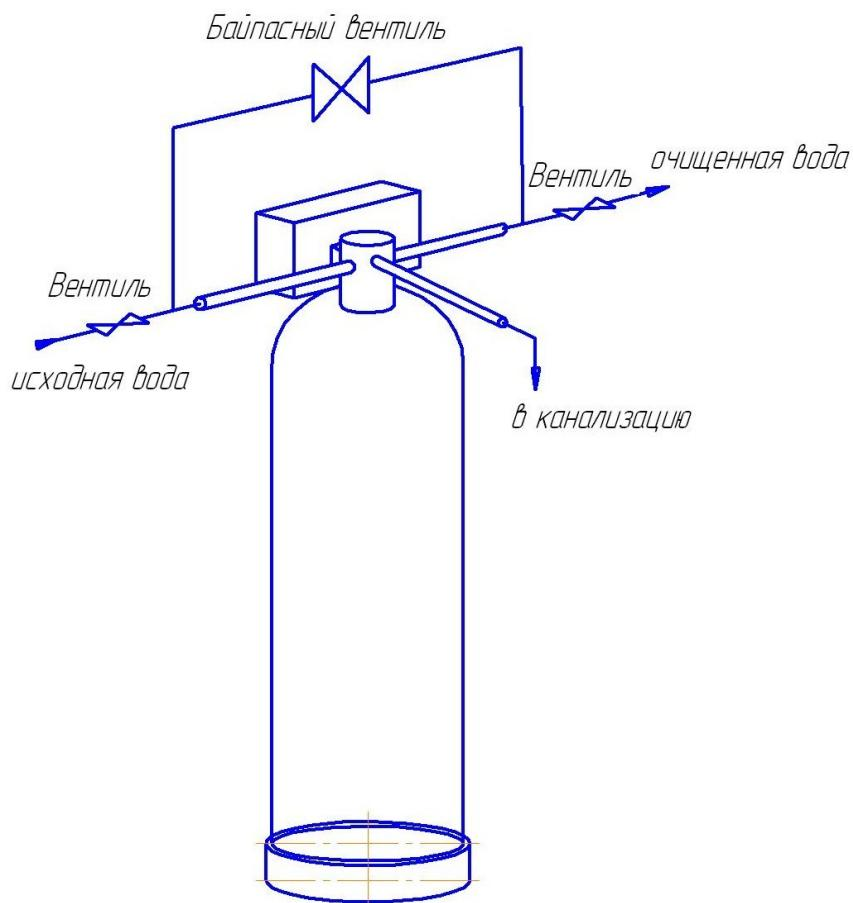

Рисунок 2 — Схема монтажа установки фильтрования WF-0,7...9,2-Rx-(EF)...
7.13 На рис. 2 приведена схема монтажа установки фильтрования WF.